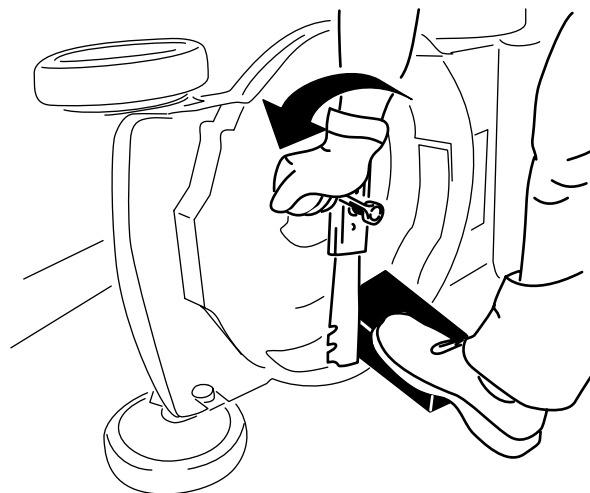

Рисунок 24
2. Используйте деревянную подкладку для неподвижного удерживания ножа (Рисунок 24).
3. Снимите нож, сохранив все крепежные детали (Рисунок 24).